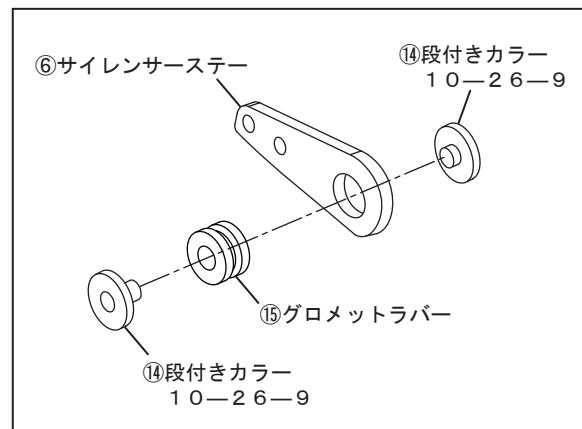

FIG. 8
6. ⑯段付きカラー10-26-9、⑮グロメットラバーを⑯サイレンサーステーに取り付けて下さい。次に、⑬サイレンサーバンドに⑭サイレンサーバンド用スペーサーラバーを取り付けてから②サイレンサーに通し、サイレンサーラバー前端から64mmの位置を目安に⑬サイレンサーバンド前端を合せて⑭ボタンボルトM6×15、⑨SUSワッシャM6×13、⑫フランジナットM6を使用して、⑥サイレンサーステーを仮締めして下さい。（FIG. 8, 9, 10参照）